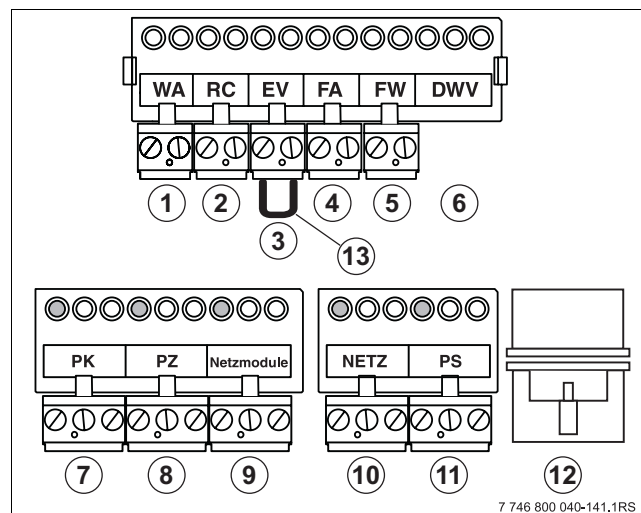
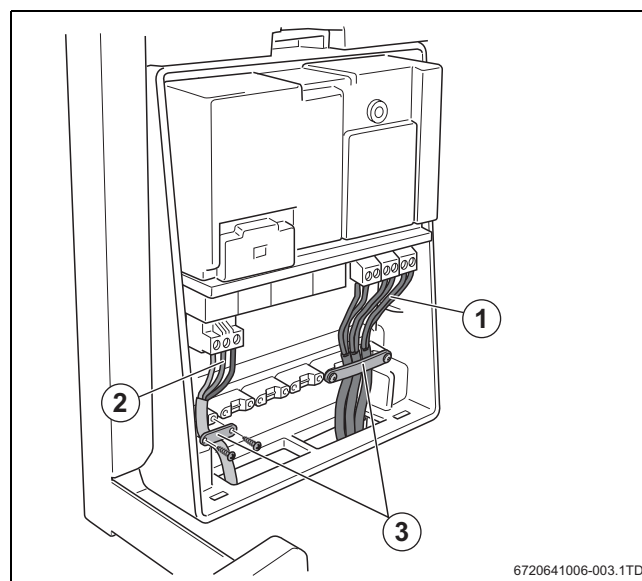

Рис. 30 Клеммная коробка и клеммная ~~планка~~
Рис. 36 Подключение модуля
- ▶ Подсоедините пульт управления RC20, RC30/RC35 к оранжевой клемме RC (→ рис. 30, [2]). Для этого используйте двухжильный провод сечением по 0,4 - 0,75 мм².
- ▶ Подключите системы управления к оранжевой клемме RC (→ рис. 30, [2]). Для этого используйте двухжильный провод сечением по 0,4 - 0,75 мм².
- Подключите свободный сетевой провод 230 В переменного тока к функциональному модулю (→ рис. 30, [9] и рис. 36, [3]). Если применяются нескольких модулей, то электропитание 230 В переменного тока следующего модуля отводится от первого модуля. Используйте провод, поставляемый с модулем (→ рис. 1, [8], стр. 6) [9].
- ▶ Закрепите провода фиксаторами (→ рис. 36, [3]).
- ▶ Подключите беспотенциальный температурный регулятор вкл/выкл к клеммам WA (→ рис. 30, [1]). Максимальное допустимое сопротивление этой цепи составляет 100 Ω. Для этого используйте двухжильный провод сечением по 0,4 - 0,75 мм².